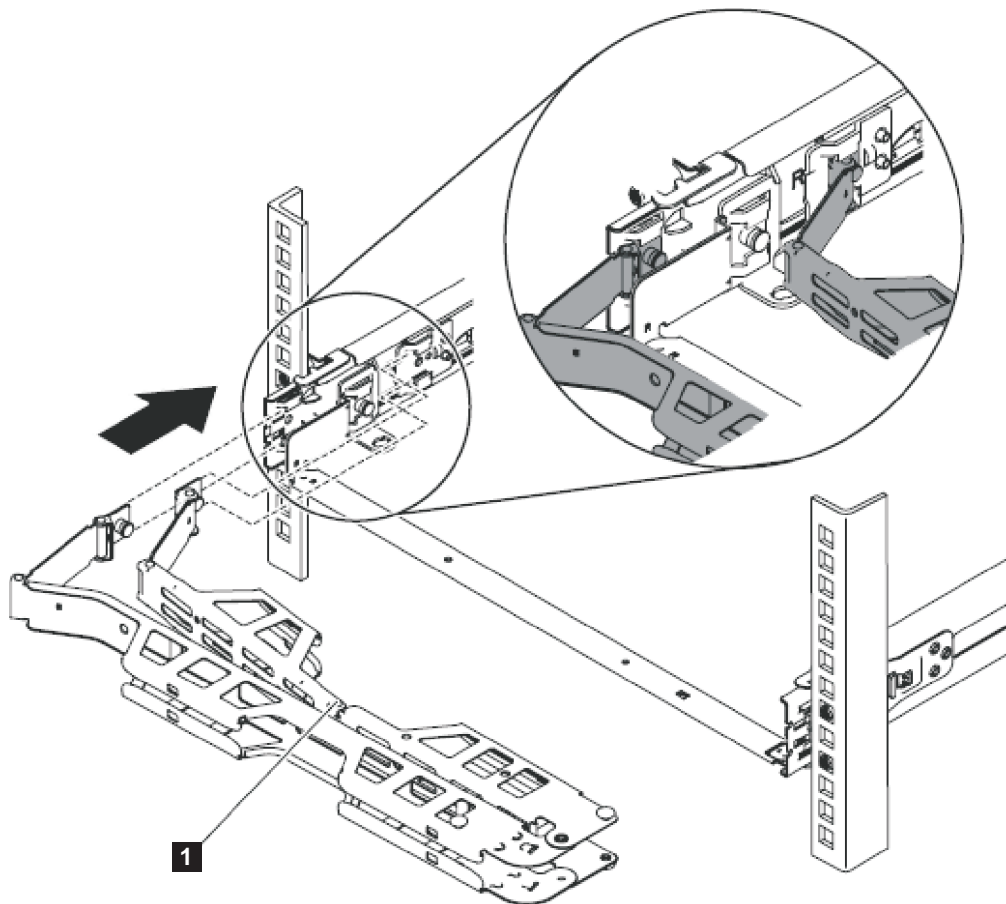

図 27. ケーブル・マネジメント・アームの取り付け
2. 33 ページの図 27 に示されているように、ケーブル・マネジメント・アームを取り付けます。
注: アームの接合部が、図 27 の **1** に示されているように、SAN ボリューム・コントローラー 2145-CG8 側を向いていることを確認してください。